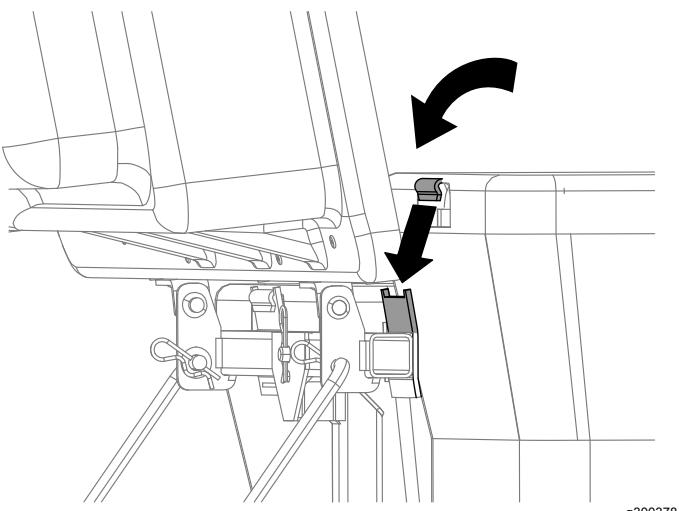

Figura 21
4. Alzate il coperchio del sistema di raccolta e inserite i cestì montati nella 9 Montaggio dei cestì di raccolta \(pagina 16\) facendo scorrere i ganci del telaio dei cestì sulle staffe di ancoraggio (Figura 21).